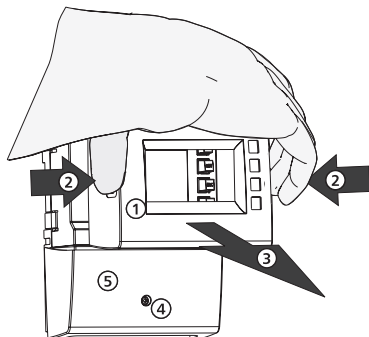

Bild 1: Ta bort frontdisplay
- Ta tag i knapphöljet ① i urtagen på sidorna ② och dra bort framåt ③ (Bild 1).
1. Lossa ④ skruv (Bild 1).
2. Ta av ⑤ klämskydd.